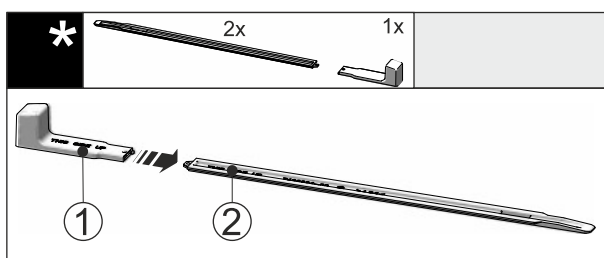

Fig. 44
- ▶ 将安装手柄 Fig. 44 (1) 插到水平导轨 Fig. 44 (2) 上。